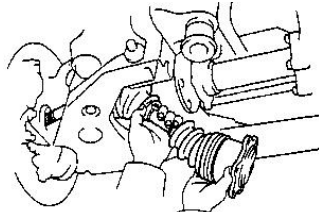

Рис. 3-23.
- снимите вал привода (рис. 3-23.).